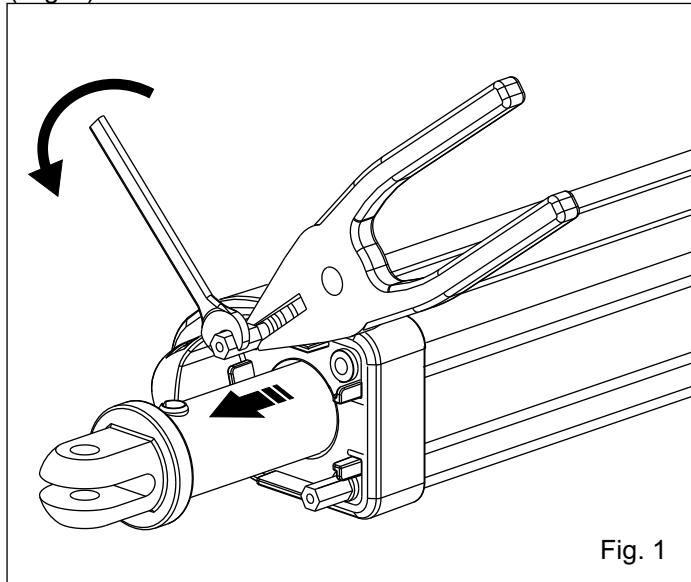

Fig. 1
**REMARQUE :** Si la plaque percée, (A) est déjà montée, il faut suivre les instructions à partir du point 6, dans le cas contraire suivre les instructions d'assemblage à partir du point 1.
1. Dévisser les 2 dés hexagonaux qui se trouvent sur l'opérateur ALPHA d'environ 3/5 mm ou seulement de l'essentiel pour insérer une pince à pointe pour bloquer le tirant intérieur, à ce point dévissé complètement les dés (Fig. 1).